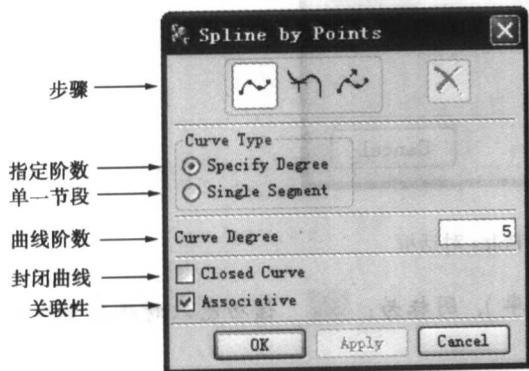

图 1-15 Spline by Points 对话框
(1) 单击菜单栏 Insert→Curve→Spline by Points 选项或者单击图标 , 弹出如图 1-15 所示的对话框。要建立一条样条曲线,